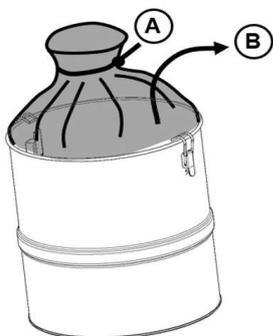

Abb. 8: Staubbeutel verschließen und entnehmen
- Schritt 3: Wenn ein Staubbeutel verwendet wird, ist dieser sorgfältig zu verschließen (A, Abb. 8). Verwenden Sie dazu einen Kabelbinder, Zwirn oder ähnliches.
- Schritt 4: Entnehmen Sie den Stabbeutel vorsichtig aus dem Behälter (B).